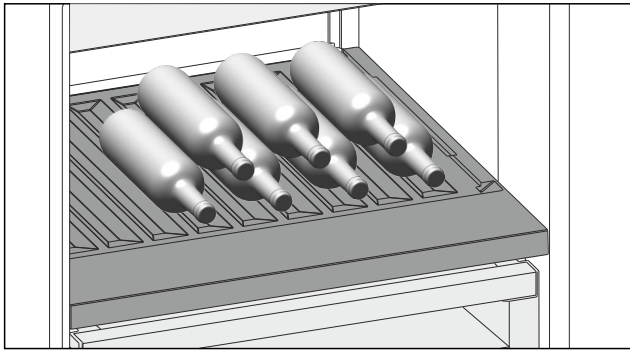

Fig. 138 Примерное изображение
- ▶ Бутылки укладывайте дном к задней стенке. (см. *Fig. 138*)